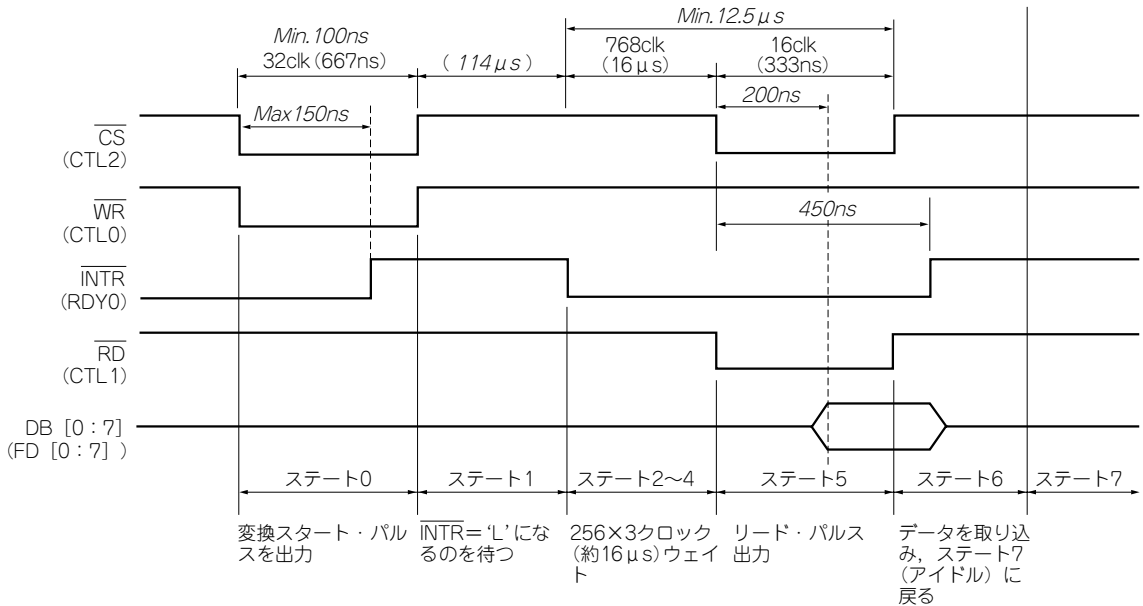

図6 ADC0804のアクセス・タイミングとGPIFのステート
一般のCPUを使った接続の場合には、それぞれを別々のオペレーションにするのが普通でしょう。もちろん、A-Dコンバータへのリード動作が行われたときに、ハードウェアで自動的に①から③までの動作が行われるように設計することもできますが、GPIFを使うとこの一連の動作を1回のアクセスとして設計してしまいうことが簡単にできます。この方針で作ったのが図6のようなタイミングです。